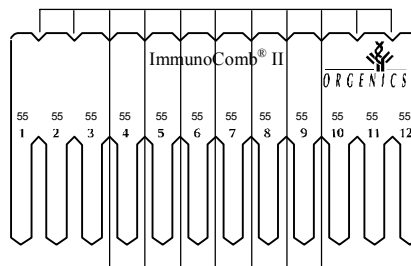

Figura 4. Fraccionamiento del Peine
- b. Doble y rompa verticalmente el Peine, o córtelo con tijeras (ver Figura 4) para separar el número requerido para las pruebas (Nro. de pruebas mas 2 controles).